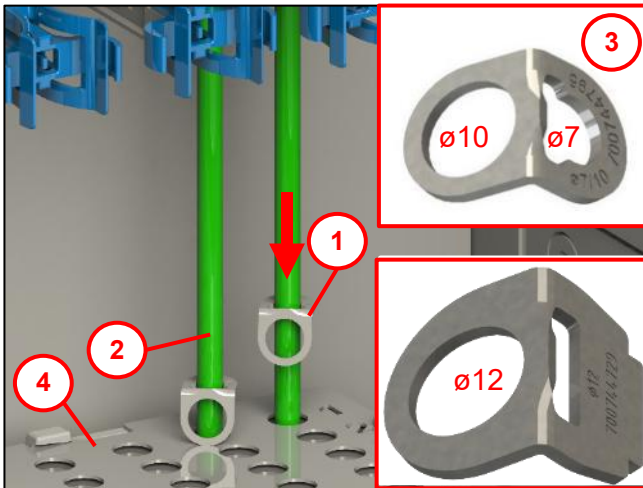

Abb. 16
**Beachten:** Aus Platzgründen müssen die Mikrorohre (3) ( $\varnothing 10$  /  $\varnothing 12$ ) und Einzelzugabdichtungen (2) abgestuft werden, siehe Abb. 16.